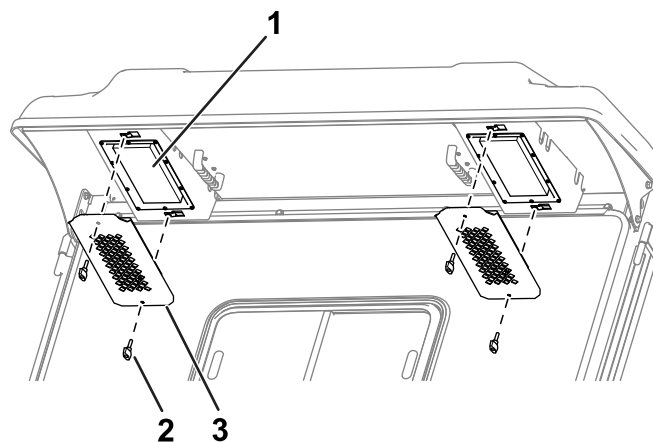

Figura 83
1. Retire los pomos y las rejillas del reborde trasero de la cabina (**Figura 83**).
4. Utilice los pomos y las rejillas para instalar los filtros en la cabina (**Figura 83**).